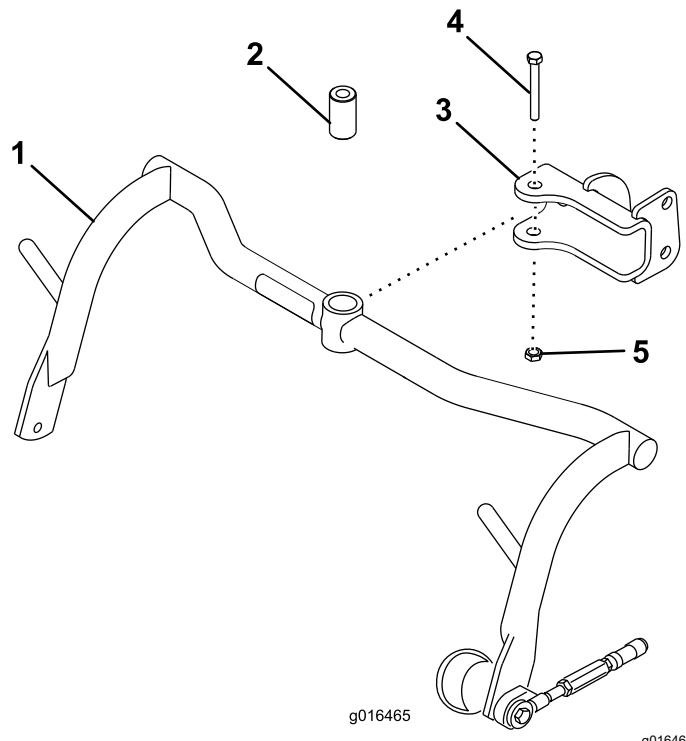

Bild 6
1. Befestigen Sie einen Trägerrahmen mit einem Distanzstück, einer Schraube ($\frac{1}{2}$ " x $3\frac{1}{4}$ ") und einer Sicherungsmutter ($\frac{1}{2}$ ") an jeder Lastöse, siehe Bild 6. Ziehen Sie diese auf ein Drehmoment von 91 bis 113 N·m fest.